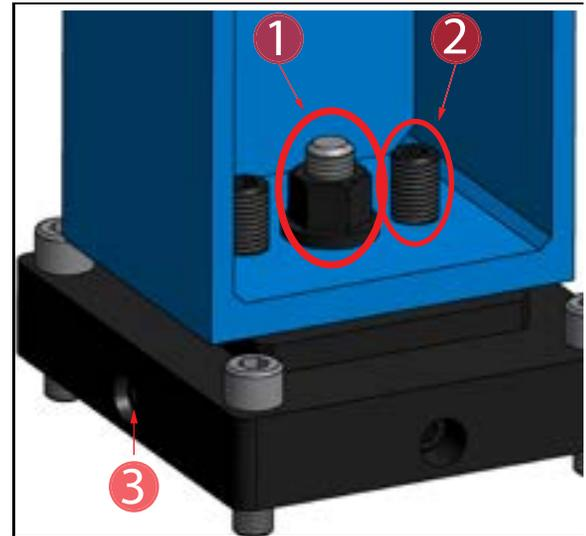

ABBILDUNG 3-26. EINSTELLUNGEN DER ZENTRIERPLATTE FÜR AUßENMONTAGE
4. Die Mutter (in der Mitte von Abbildung 3-26 dargestellt) mit 310 Nm (230 ft-lbs) anziehen.
7. Die Mutter (in der Mitte von Abbildung 3-26 auf Seite 43 dargestellt) mit 310 Nm (230 ft-lbs) anziehen.
- b) Bei Außenmontage die Nivellierstellschrauben über der Zentrierplatte einstellen (siehe Abbildung 3-26 auf Seite 43).
- b) Bei Außenmontage die Zentrierstellschrauben in der Zentrierplatte einstellen (siehe Abbildung 3-26 auf Seite 43).